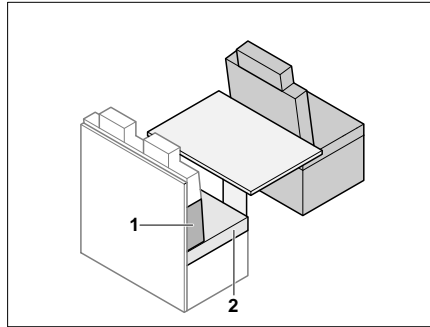

Bild 185 Vor dem Umbau
- Sitzpolster (Bild 185,2) entfernen.
- Rückenpolster (Bild 185,1) zwischen das Sitzpolster und die Rückwand legen. Die Keilform beachten.